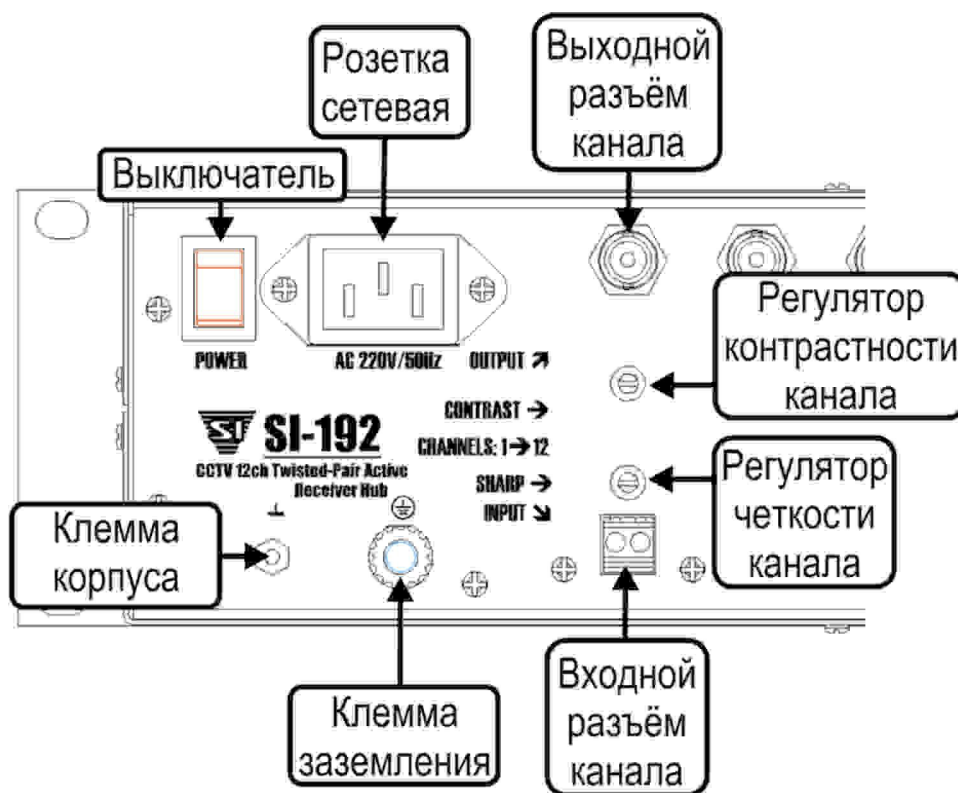

Рис. 1.
5.1. Приёмник SI-192 предназначен для работы в составе стандартной 19'' стойки, но может использоваться автономно, вне стойки. Органы управления приёмником рис.1 показаны условно.